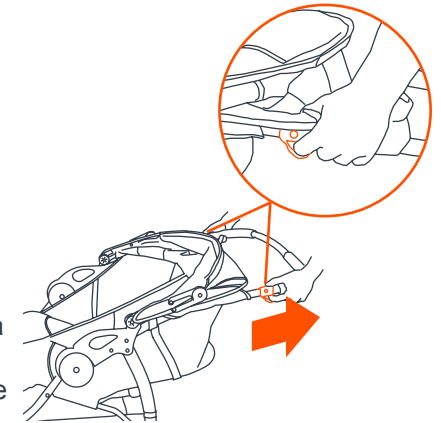
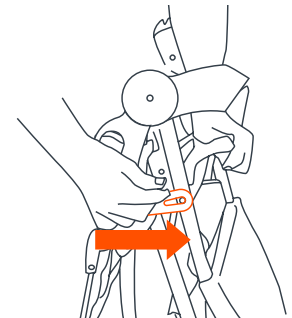

Fig. 18a
Fig. 18b
• El carrito se pliega tirando simultáneamente de cada gatillo (Fig. 18a). Cuando se sueltan los pestillos para plegar el carrito, el manubrio comienza a caer al suelo. Suelte los botones para plegar el carrito y presione hacia abajo el manubrio hasta que el carrito esté completamente plegado. El carrito se asegura en la posición plegada por el bloqueo que está localizado en el lado derecho del carrito sobre el remache que sobresale del armazón (Fig. 18b).